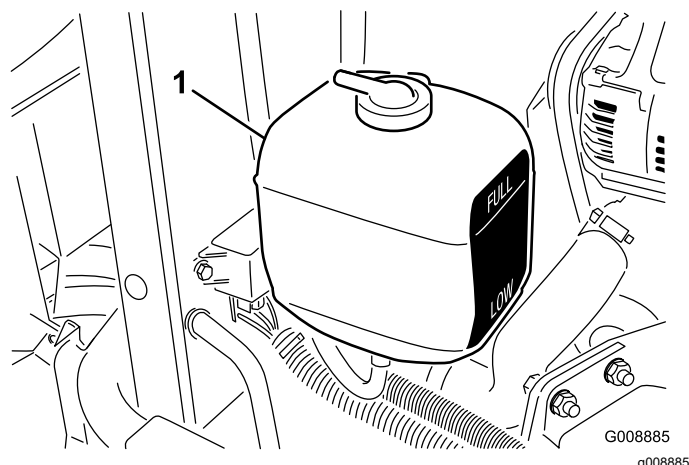

Рисунок 31
1. Проверьте уровень охлаждающей жидкости в расширительном бачке (Рисунок 31). При холодном двигателе уровень охлаждающей жидкости должен находиться приблизительно посередине между отметками на боковой стенке бачка.